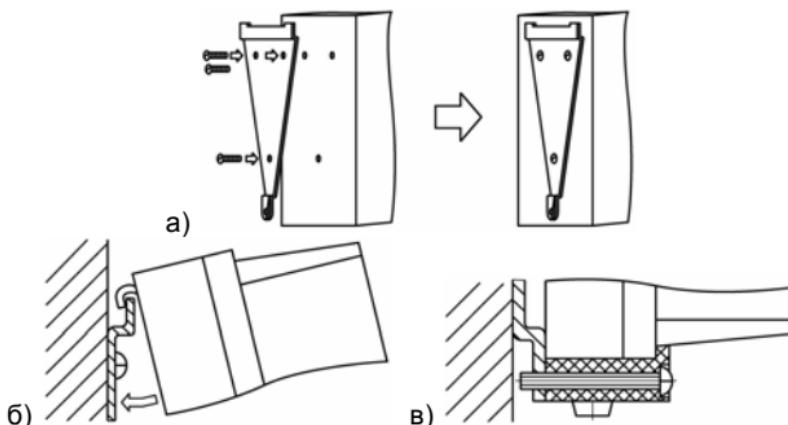

Рисунок 5.1 Монтаж прибора настенного исполнения
- 1) Закрепить кронштейн тремя винтами M4×20 на поверхности, предназначеннай для установки прибора (см. Приложение А и рисунок 5.1, а).
- 2) Зацепить крепежный уголок на задней стенке прибора за верхнюю кромку кронштейна (рисунок 5.1, б)
- 3) Прикрепить прибор к кронштейну винтом M4×35 из комплекта поставки (рисунок 5.1, в).